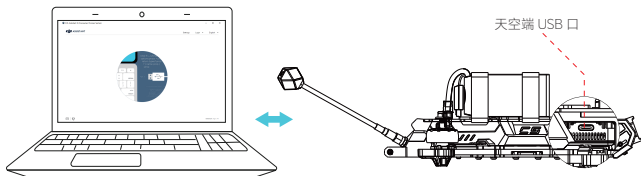

图 1-1
1. 天空端及飞行眼镜激活：CineFlow 5 飞行器连接电池，通过 USB-C 接口 [图 1-1] 连接对应设备至电脑并运行 DJI Assistant 2*³ 消费机系列) 调参软件进行激活与固件升级详情请参考 DJI-O4- 用户手册。